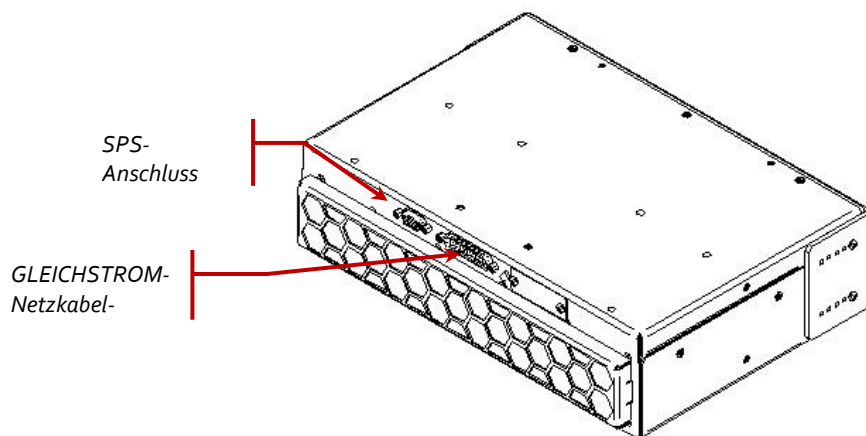

Abbildung 1 UV-LED-Kopf-Anschlüsse
3. Befestigen Sie den Stecker des Netzkabels an der Stromversorgung und schließen Sie die Muffe des Netzkabels am UV-LED-Kopf an, wie in Abbildung 1 - AC8300 gezeigt.
6. Stecken Sie den Stecker des SPS-Kabels in den UV-LED-Kopf (siehe Abbildung 1).